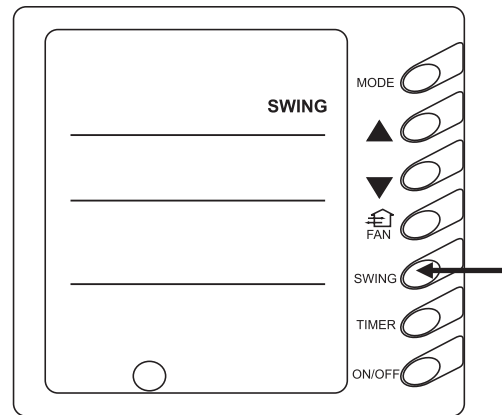

Abb. 5
4) Einstellen der Richtung des Luftstroms (Abb. 5)